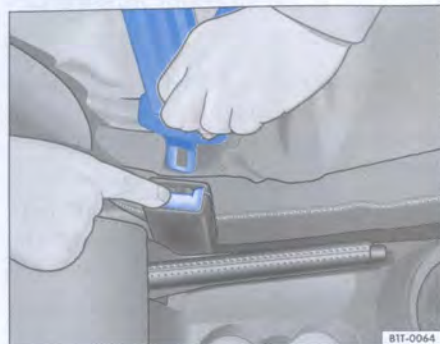

Fig. 17 Suelte la lengüeta de la hebilla del cinturón
– Presione la tecla roja de la hebilla ⇒ fig. 17. La lengüeta de la hebilla se suelta por el efecto de un resorte ⇒ ⚠.